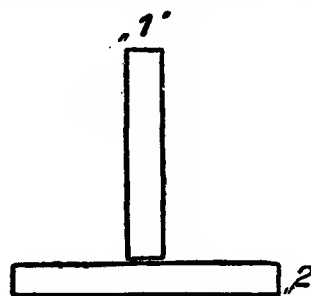

Рис. 8
2. Узнать это можно, расположив стержни так, как указано на рис. 8. Так как у всякого намагниченного стержня полюса расположены на концах, а середина стержня не является полюсом магнита, то стержни притянутся друг к другу только при том условии, что стержень «1» намагничен. Если намагничен стержень «2», а стержень «1» не намагничен, то, очевидно, в положении, указанном на рисунке, они друг к другу не притянутся.